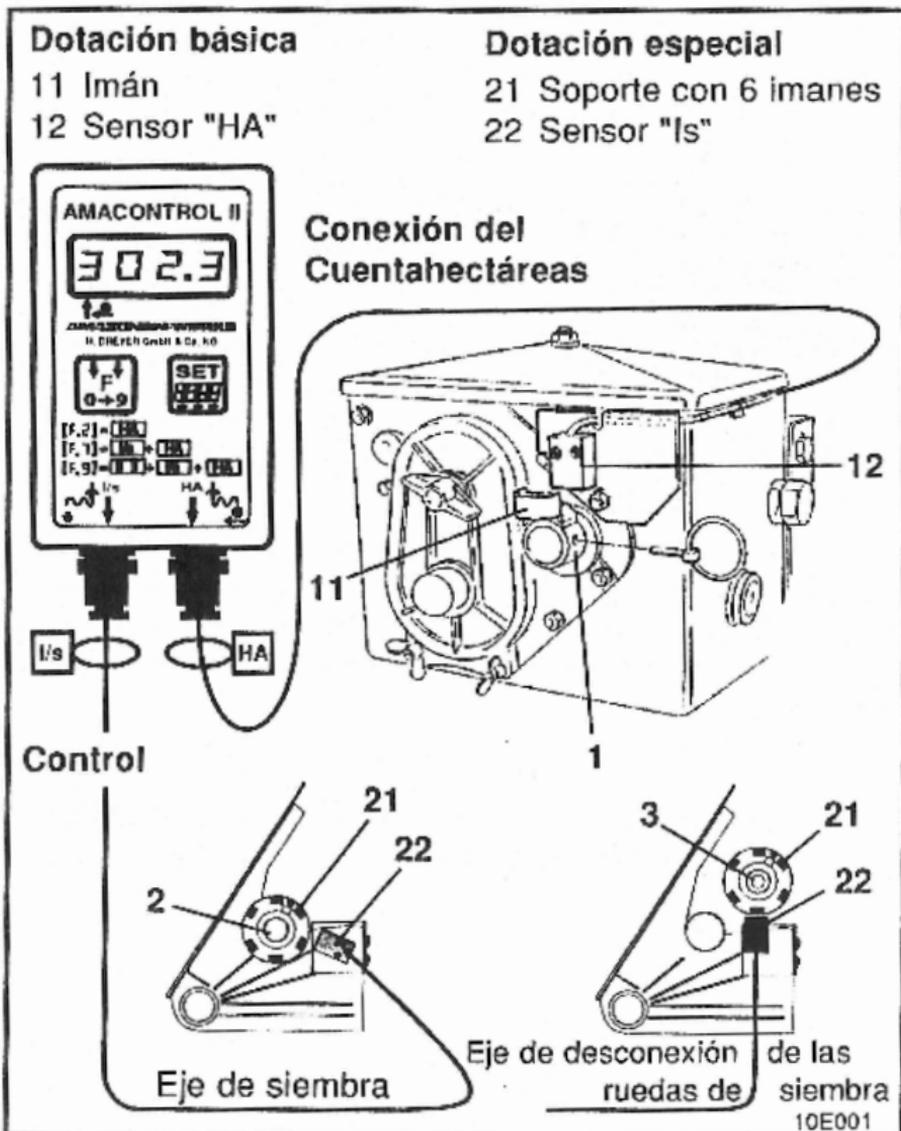

Fig. 2.1
La fig. 2.1 muestra los puntos de fijación de los sensores e imanes en el eje de la transmisión (1), eje de siembra (2) y eje de desconexión de las ruedas de siembra (3).